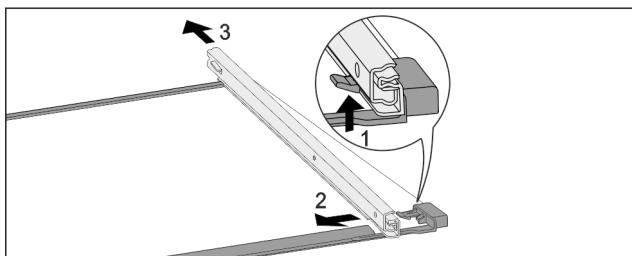

Fig. 133 Скляна пластина з рейками
- ▶ Натиснути передній гачок-фіксатор вгору. Fig. 133 (1)
- ▶ Виштовхніть віїзну рейку в сторону Fig. 133 (2) та назад Fig. 133 (3).